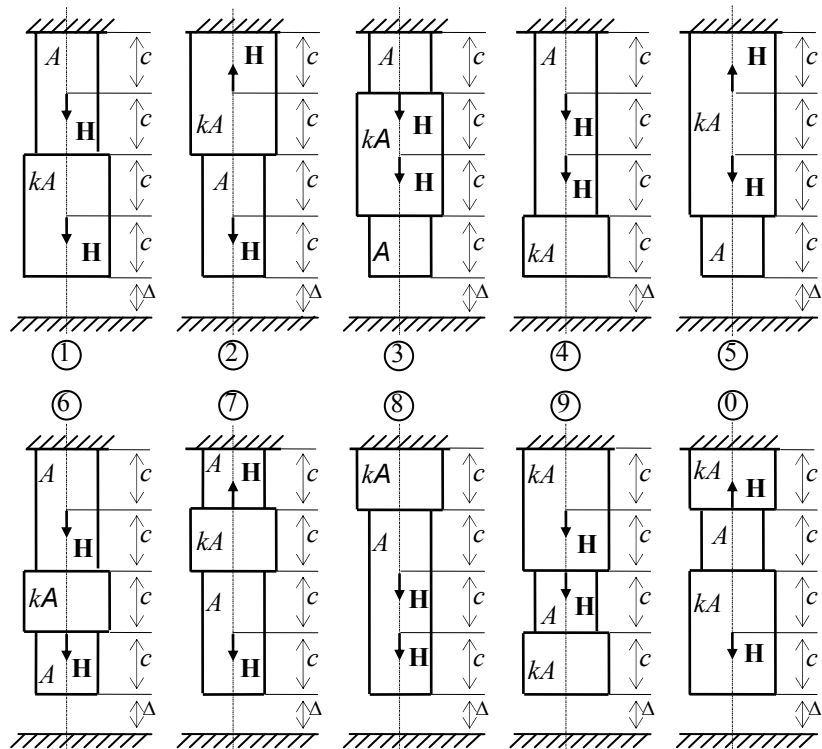

Рис. 2.1
**Задание.** Ступенчатый стальной стержень (рис. 2.1) подвешен в вертикальном положении за верхний конец. При этом нижний конец стержня не доходит до основания на величину  $\Delta = \beta c$ . Требуется без учета собственного веса: 1) установить, при какой величине силы зазор закроется; 2) найти реакцию основания при заданном значении силы  $H$  и построить для стержня эпюру продольных усилий; 3) установить, на сколько градусов надо охладить стержень, чтобы реакция основания при заданном значении силы  $H$  обратилась в нуль. Данные взять из табл. 2.